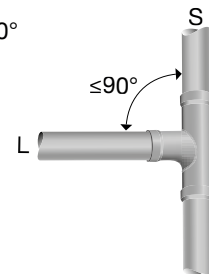

Fig. 3.2.4d.
- d. Liggande ledning (L) ska anslutas till stående ledning (S) med grenrör med vinkel  $\alpha \leq 90^\circ$ . Se fig. 3.2.4d.